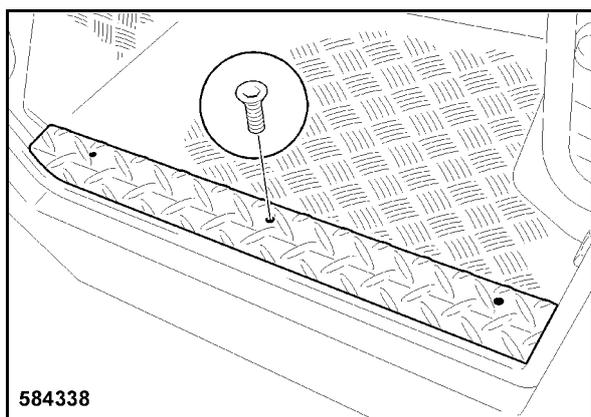

Рис. 223
- Установить подножку 1 (Рис. 223) и затянуть три крепежных винта (2).